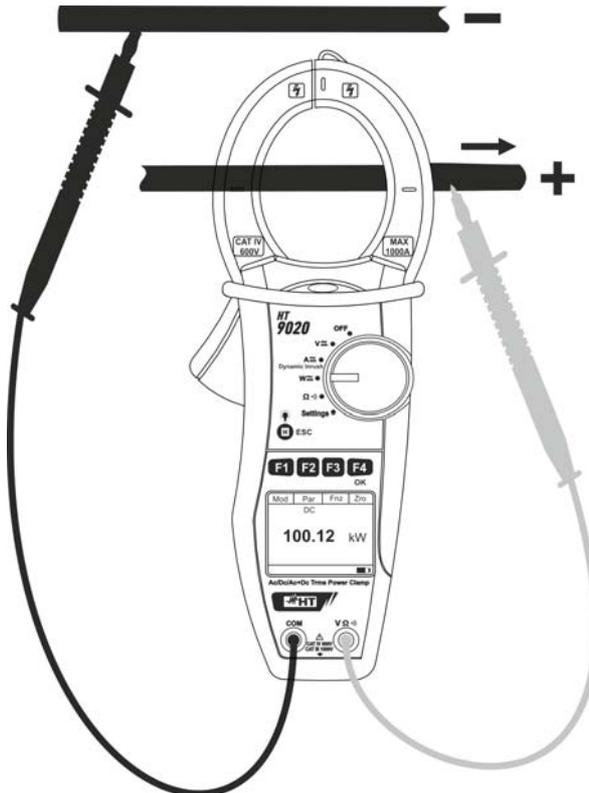

Fig. 11: Medida de potencia CC
5. Inserte el cable rojo en el terminal de entrada **VΩ** y el cable negro en el terminal de entrada **COM**. Posicione la punta roja en el polo “+” y la punta negra en el polo “-” e inserte el cable “+” en el interior del toroidal respetando la dirección de la corriente indicada por la flecha (vea Fig. 11). Inserte el cable en el interior del toroidal en el centro del mismo a fin de obtener medidas precisas. Utilice las marcas presentes como referencia (vea Fig. 2)
6. El valor de la Potencia CC se muestra en el visualizador expresado en kW. Pulse la tecla **F2 (Par)**, seleccione con la misma tecla la opción “**Tens/Corr**” para la lectura de los valores de tensión CC y corriente CC y confirme con **F4 (OK)**. La siguiente pantalla se muestra en el visualizador